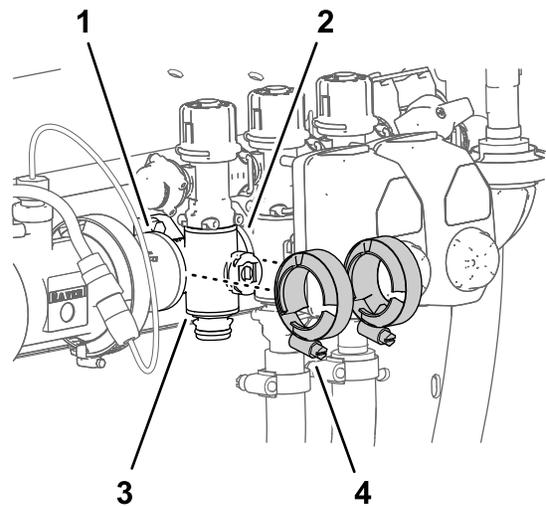

Figura 117
- Monte provisionalmente las bridas de fijación que retiró en Retirada de la válvula del distribuidor de sección \(página 82\) en las bridas del distribuidor de la válvula de sección y las bridas de las otras válvulas de sección y/o adaptadores de acoplamiento (Figura 117).
7. Apriete las 2 bridas de fijación a mano (Figura 117).